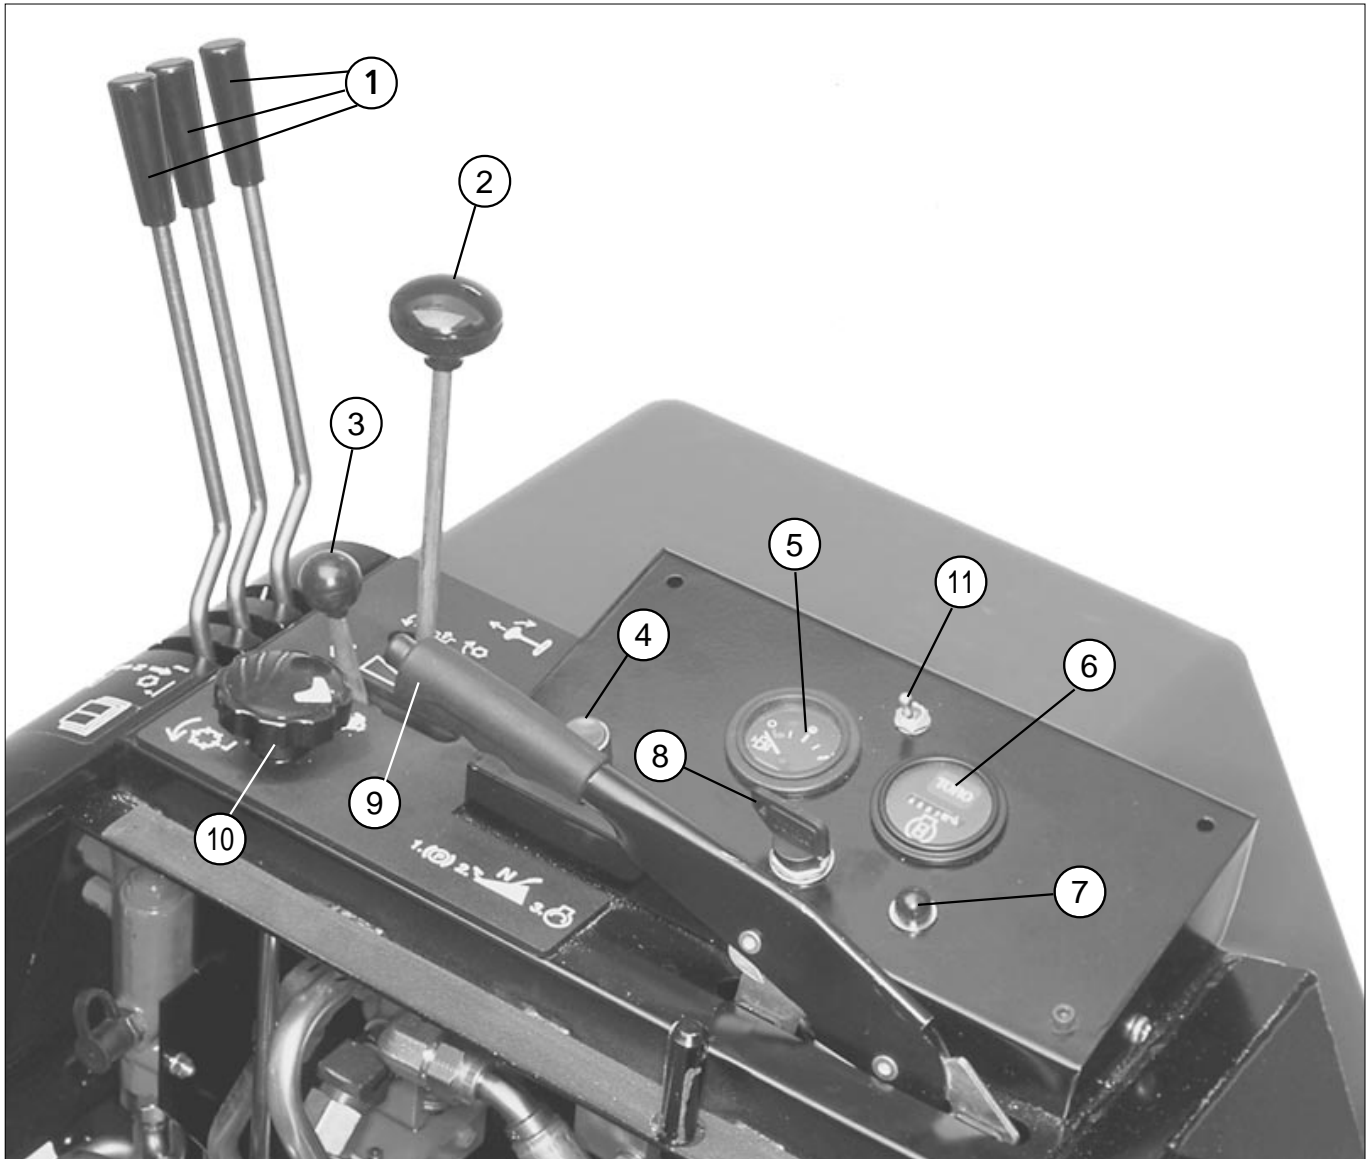

図12
カッティングユニット昇降レバー（図12）
エンジン オーバーライド ボタン（図12）
燃料計（図12）
アワーメータ（図12）
プレヒートインジケータ（図12）
始動スイッチ（図12）
駐車ブレーキレバー（図12）
芝刈り/バックラップレバー（図12）
リール速度コントロール（図12）
スロットルコントロール（図12）
4輪駆動スイッチ（図12）
1. 着席し、走行ペダルから足を離し、駐車ブレーキが掛かっていることを確認します（図12）。走行ペダルと芝刈り/バックラップレバーがニュートラル位置にあることを確認します。
2. 着席し、駐車ブレーキ（図12）芝刈り/バックラップレバーを「芝刈り」及び「バックラップ」位置でそれぞれエンジンを始動させてみてください。クランキングしなければ正常です。クランキングすれば、カッター駆動スイッチの不良ですから直ちに修理してください。
作業中に警告灯が点灯したら、直ちに機械を停止し、原因を確認してください。異常を放置したまま作業を続けると本機に重大な損傷を招く可能性があります。但し、エンジンがオーバーヒートした時に、オーバーライド ボタン(図 12) を押してエンジンを再稼働させ、退避場所までごく短時間だけ運転するのは構いません。